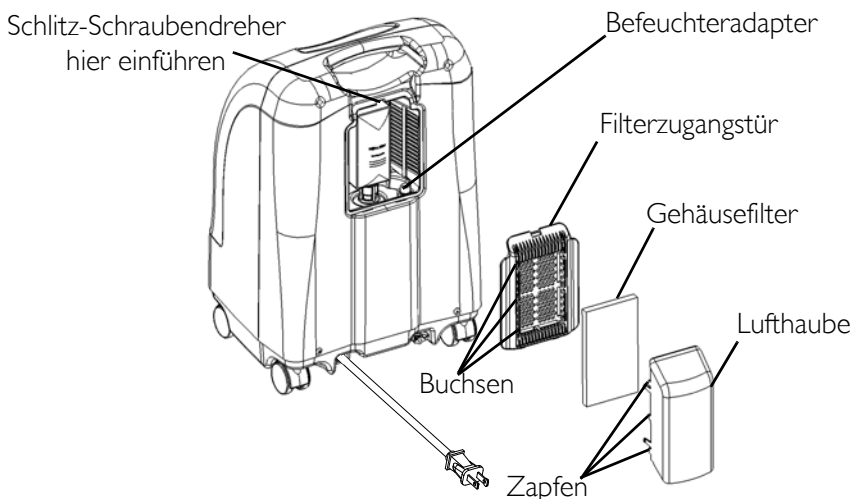
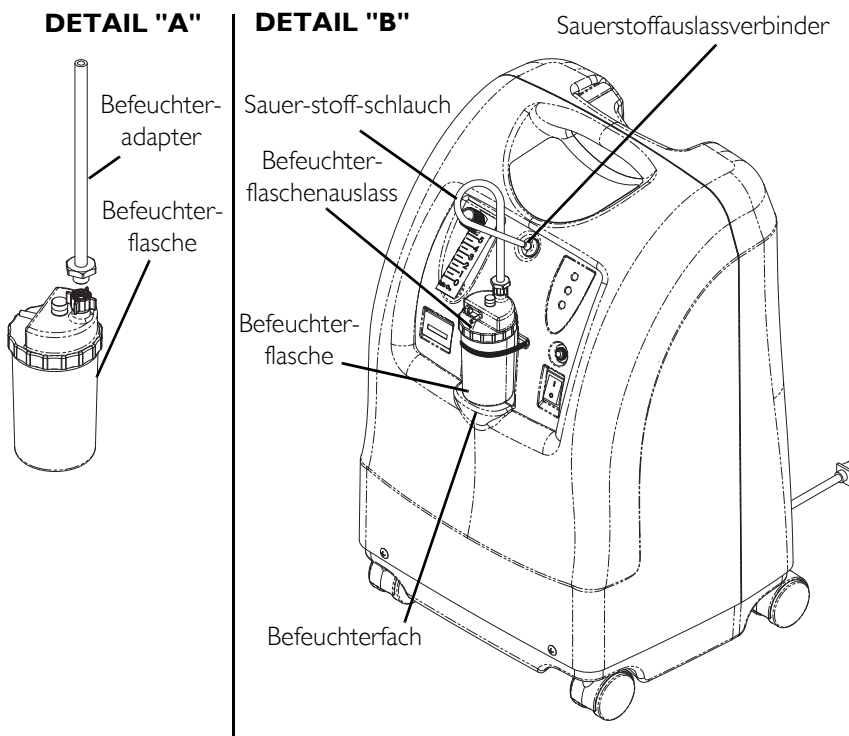

ABBILDUNG 6.2 Befeuchteradapter
ABBILDUNG 6.3 Befeuchterfach
HINWEIS: Nähere Angaben zu diesem Verfahren finden Sie in ABBILDUNG 6.1, ABBILDUNG 6.2 auf Seite 125 und ABBILDUNG 6.3 auf Seite 127.
3. Einen Schraubendreher in den Öffnungsschlitz am oberen Rand der Filterzugangstür stecken und die Filterzugangstür behutsam aufhebeln (ABBILDUNG 6.2).
4. Befeuchter-Adapterschlauch nach oben ziehen und entnehmen (ABBILDUNG 6.2).
6. Befeuchteradapter durch Drehen der Flügelmutter an der Befeuchterflasche im Uhrzeigersinn an die Befeuchterflasche anbringen, bis dieser fest sitzt. Siehe Detail "A" von ABBILDUNG 6.3.
- Beim Einsetzen der Befeuchterflasche/-adaptereinheit ins Befeuchterfach im Konzentrator den Schlauch der Befeuchterflasche/-adaptereinheit an den Sauerstoffauslassverbinder am Konzentrator anschließen. Siehe Detail „B“ in ABBILDUNG 6.3.
8. Den an der Nasenkanüle angeschlossenen Patientenversorgungsschlauch am Auslass der Befeuchterflasche anbringen. Siehe Detail „B“ in ABBILDUNG 6.3.